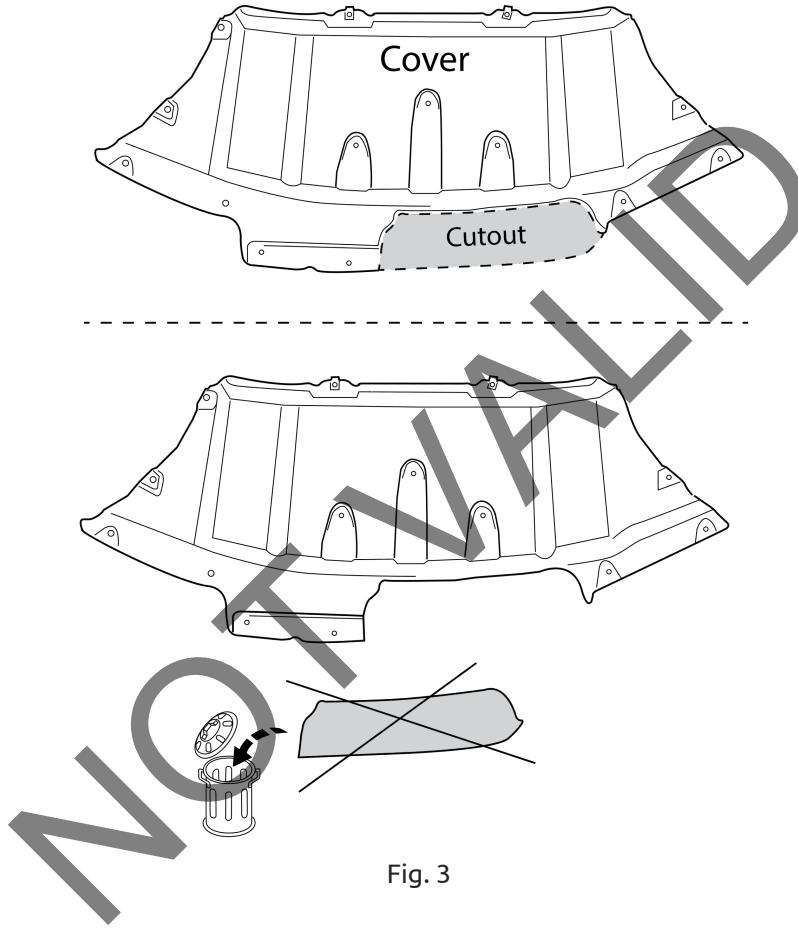

Fig. 3
- Отпилить обозначенную часть, как указано на рис. 3 & 4.